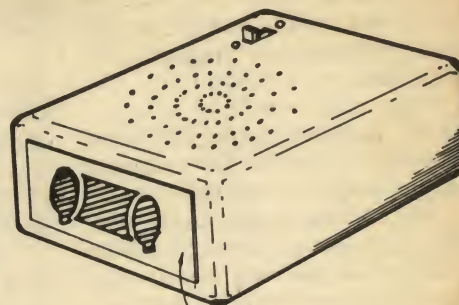

Fig.6
- **FIG. 6 - A FINALIZAÇÃO DO CAFA...** - O desenho dá uma boa idéia de como o CAÇA-FANTASMAS deve ser "leiautado" em seu aspecto final... A placa "B", contendo os círculos sensores voltados "para fora", deve ser fixada com cola, externamente à face lateral menor da caixa que contém a fresta de passagem dos fios de interligação... É muito importante que os três fiozinhos **não toquem** as bordas da fresta... Também não devem ser usados parafusos na fixação da placa "B"... O melhor mesmo é colá-la à caixa, com adesivo forte...